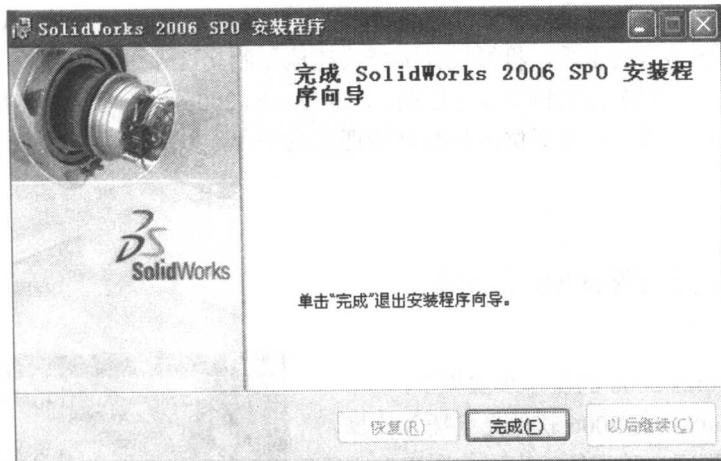

图 1-3 完成安装
- (7) 单击“下一步”按钮，选择是否参与客户经验反馈计划。
- (8) 单击“下一步”按钮，安装向导做好安装准备。单击“安装”按钮，则程序开始安装。
- (9) 程序安装结束，出现如图 1-3 所示的安装完成界面，单击“完成”按钮，退出安装程序。